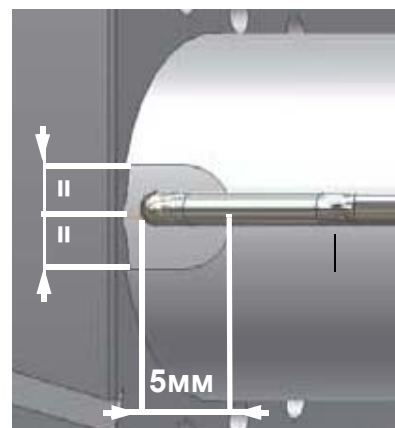

Рис. 31
Соблюдать размеры, указанные на рисунке Рис. 31.
- 2) отсоединить кабель (CE) электрода (E);
- 4) ослабить винт (B) опоры сопла, который крепит запальный электрод (E) на запальнике горелки (P);
- 5) вынуть электрод и заменить его, выдерживая размеры, указанные на Рис. 31.